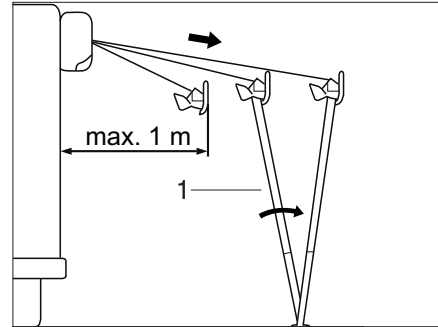

Bild 36 Uppställning av markisen
- Fäll ut stödbenen (Bild 36,1) och ställ dem på marken.